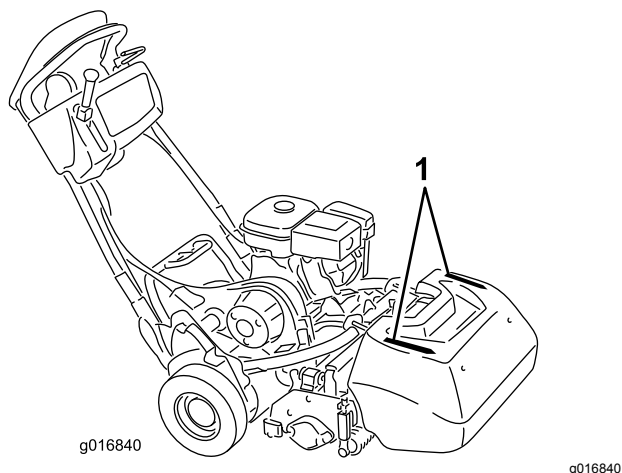

Figura 31
- Para ayudarse a segar en línea recta a través del green, y para mantener la misma distancia del borde de la pasada anterior, utilice las rayas de alineación del recogedor (Figura 31).